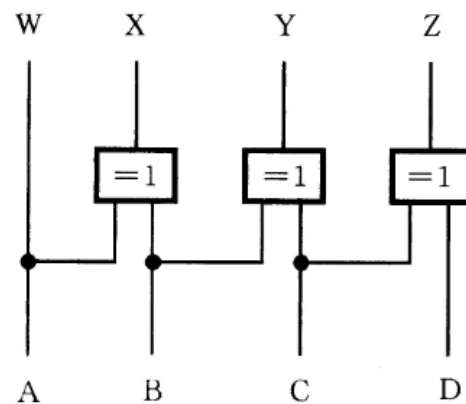

图 4.29 组合逻辑电路
- 在Logisim上实现习题4.3的电路（图4.29），该电路有4个输入，4个输出。
4.3 分析图 4.29 所示组合逻辑电路,列出真值表,说明该电路的逻辑功能。